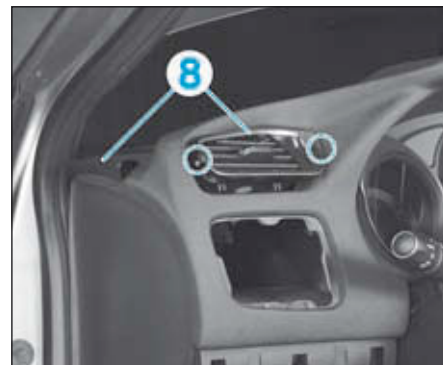

FIG.21
- Dégrafer et déposer, de chaque côté, les aérateurs latéraux (8) (Fig.21).